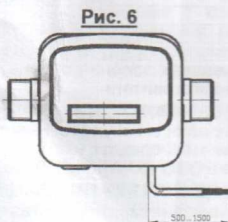

Рис. 6
7.5 По желанию потребителя длина шнура для счетчика газа СГБМ-1,6 с импульсным выходом может устанавливаться от 500 до 1500 мм (см. рис. 6).